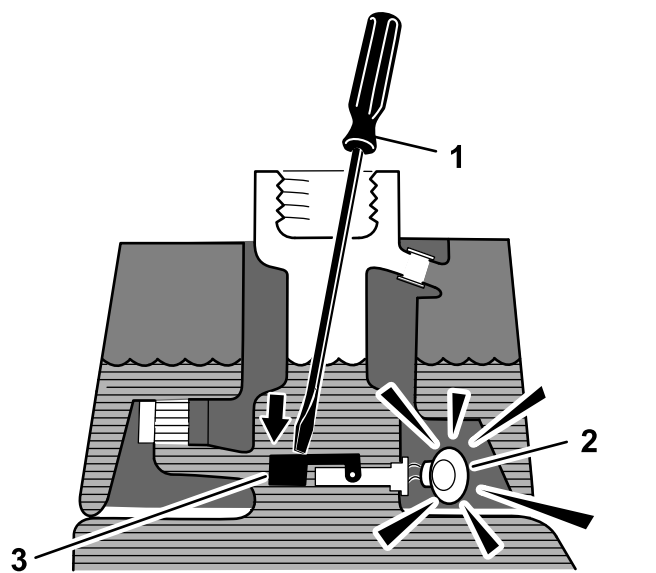

图42
3. 将干净的支杆或螺丝刀插入油箱颈，然后轻轻地向下推至浮动开关上（图42）；经过 1 秒钟的延迟后，警报应响起。